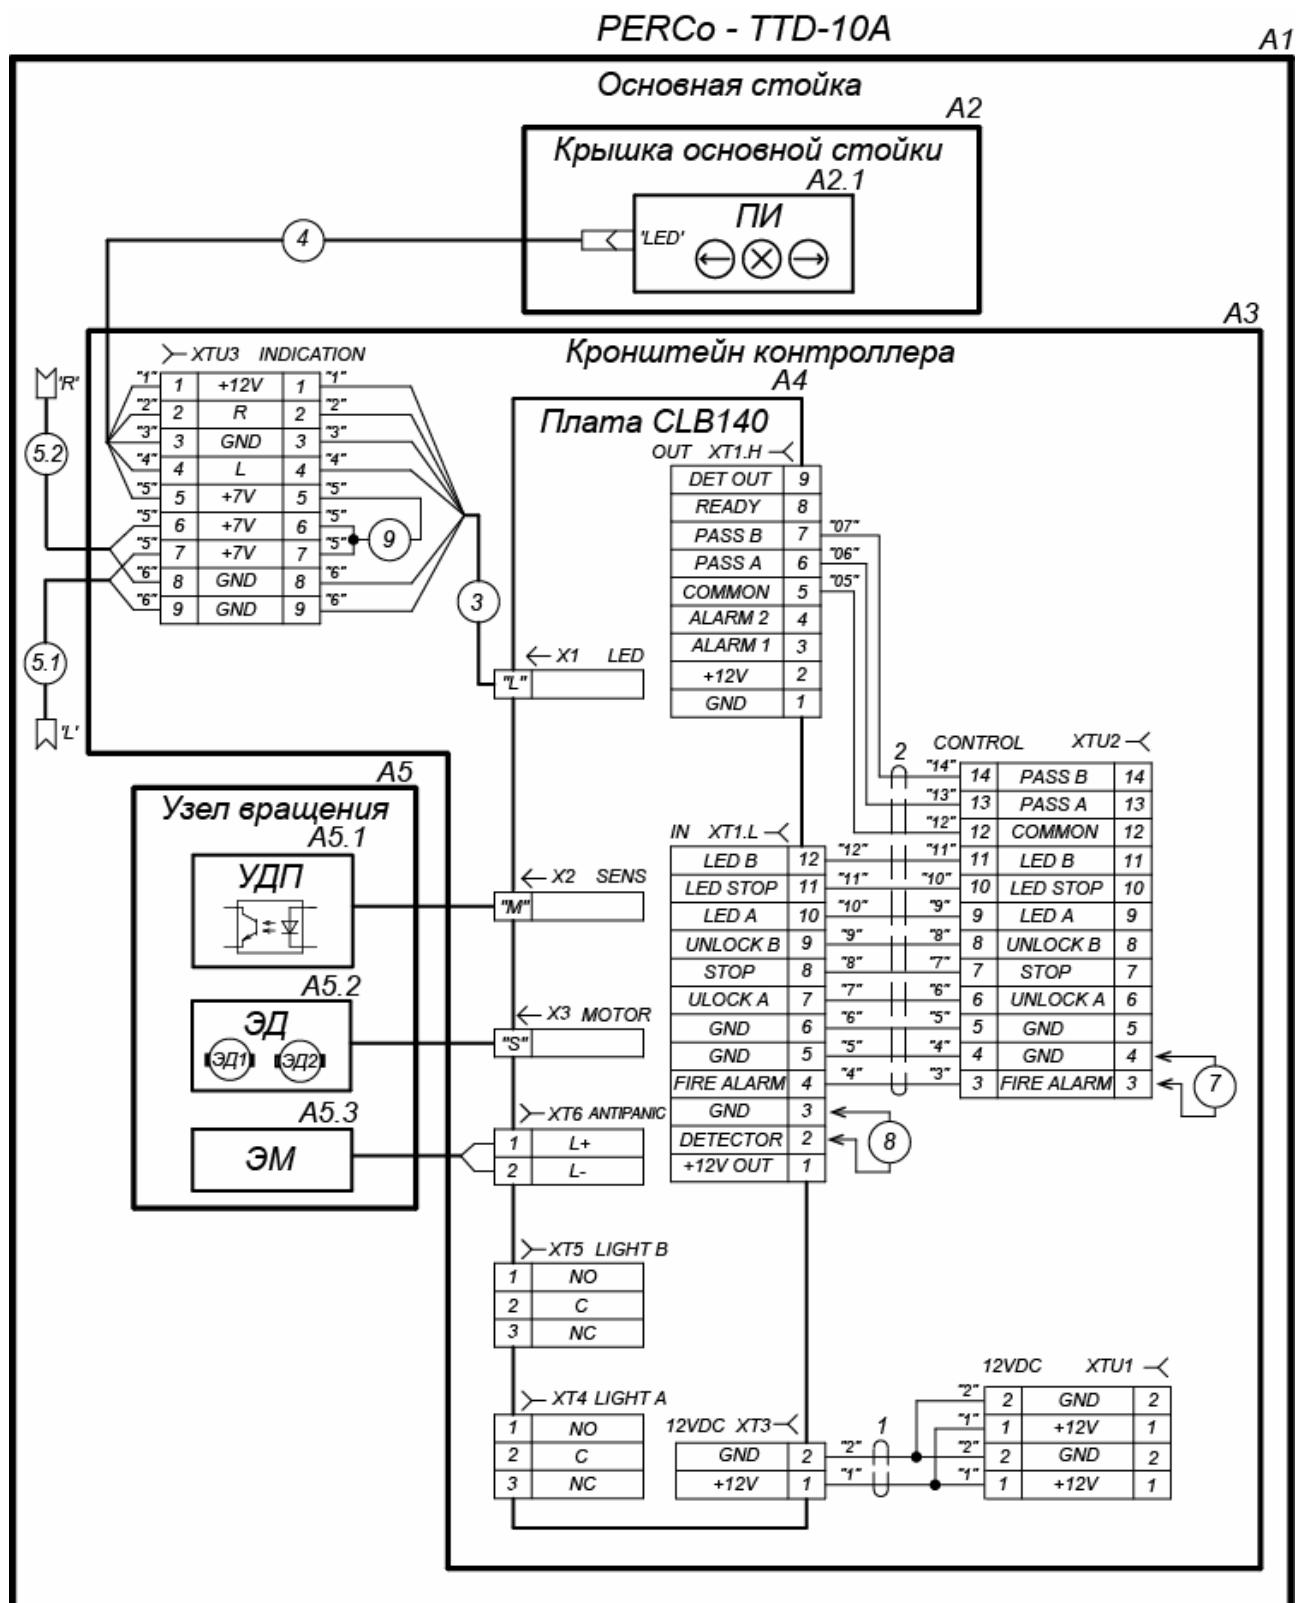

Рисунок 16. Схема внутренних соединений основной стойки
Наклейка находится на внутренней поверхности крышки (2). На наклейке изображена схема внутренних соединений турникета, аналогичная приведенной на рис. 16.